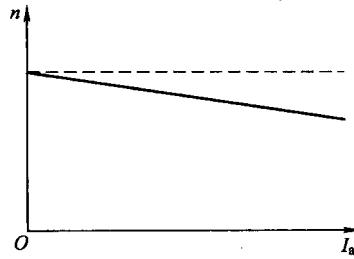

图 1-4 直流电动机转速特性
1) 转速特性：当 $U = U_N$, $I_f = I_{fN}$ 时，转速与电枢电流的函数关系为 $n = f(I_a)$ ，如图 1-4 所示。